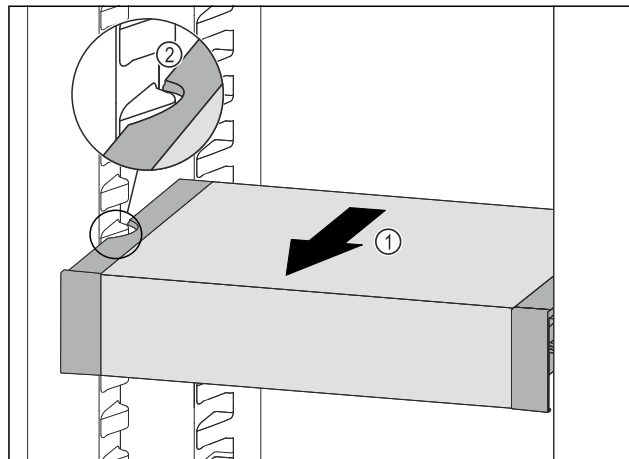

Fig. 68
- ▶ VarioSafe vucite prema naprijed Fig. 68 (1) sve dok se bočni otvori ladice VarioSafe ne nađu na visini žlijeba spremnika u hladnjaku. Fig. 68 (2)